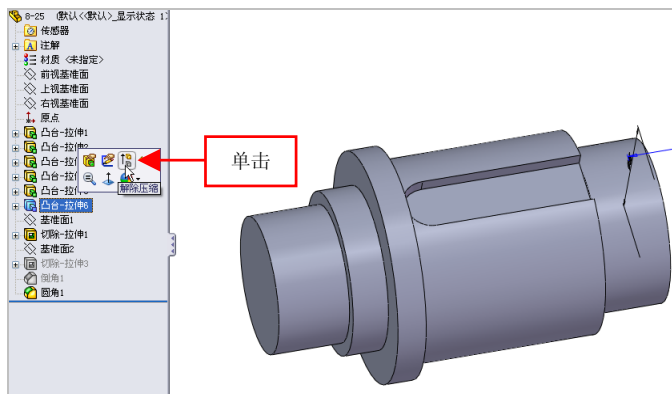

图 8-26 单击【解除压缩】按钮
(2) 在 Feature Manager 设计树中，选择【凸台-拉伸 6】选项，弹出对话框，单击【解除压缩】按钮，如图 8-26 所示。